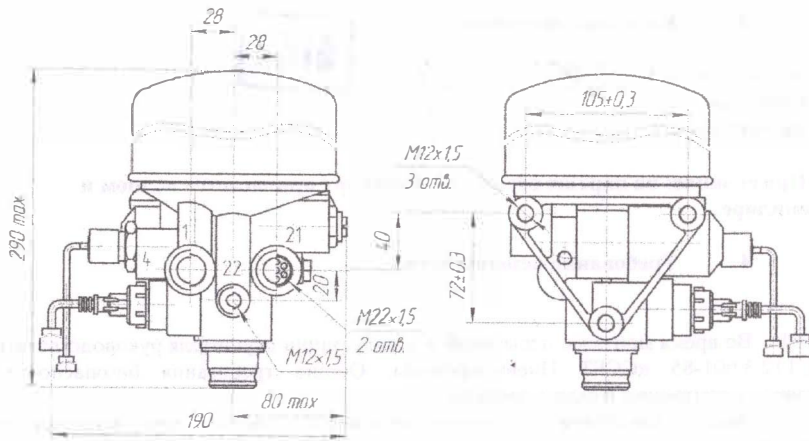

Рисунок 1 - Общий вид осушителя.
6.4 Осушитель установить и крепить вертикально адсорбером вверх (см Рис. 1,2), используя три резьбовых отверстия М12х1,5, выполненные во фланце корпуса. Перед установкой изделия установить на него глушитель шума, входящий в комплект поставки (см. Рис 2 поз.5).